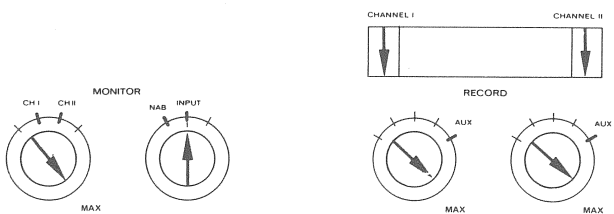

Fig. 6.5-71
- Set controls per fig. 6.5-71.
- Set controls per fig. 6.5-71 (NAB).